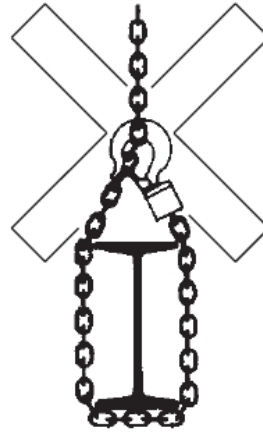

Fig. 6
- La chaîne de charge ne doit pas être utilisée à des fins d'attache (chaîne d'élingue) (Fig.6).